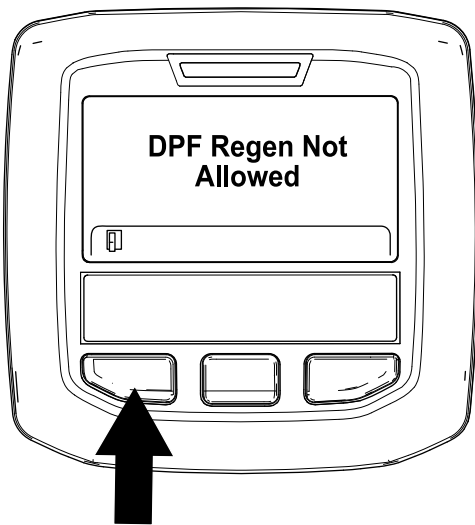

Figura 52
- Se o processo de regeneração não for permitido pelo computador do motor, surge a mensagem “DPF Regen Not Allowed” (Regen. do DPF não autorizada) no InfoCenter (Figura 52). Prima o botão esquerdo para sair para o ecrã inicial.